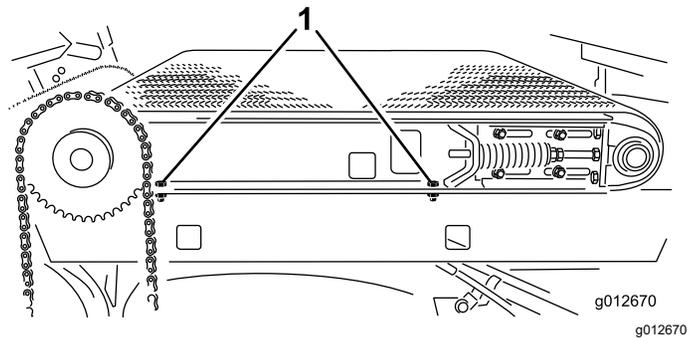

图 33
- 4. 在机器右侧拧松将滑行机架轨道固定至右挡泥板上的 2 个平头螺丝图 33。确保平头螺丝的松度足以让滑行滚道倾斜。